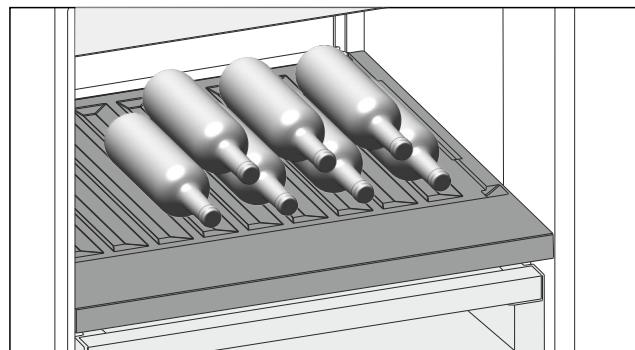

Fig. 115
- ▶ Introduzca las botellas con la base orientada hacia la pared posterior. (consulte Fig. 115)